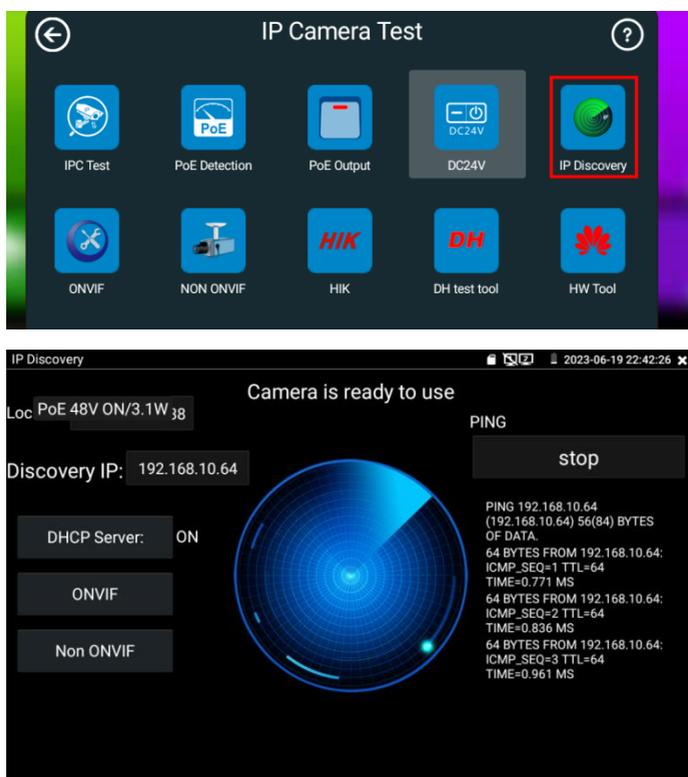

Рис. 16 Приложение IP-Discovery
1. Откройте приложение IP-Discovery из меню «IP Camera Test» на рабочем столе тестера (рис. 16)
3. Нажмите кнопку NON-ONVIF. В появившемся окне (рис. 16) проверьте, чтобы у Local IP подсеть совпадала с IP Camara's IP. Если подсеть не совпадает, то еще раз проверьте предварительную настройку тестера или нажмите кнопку Edit, чтобы сразу попасть в меню настроек IP адреса тестера.